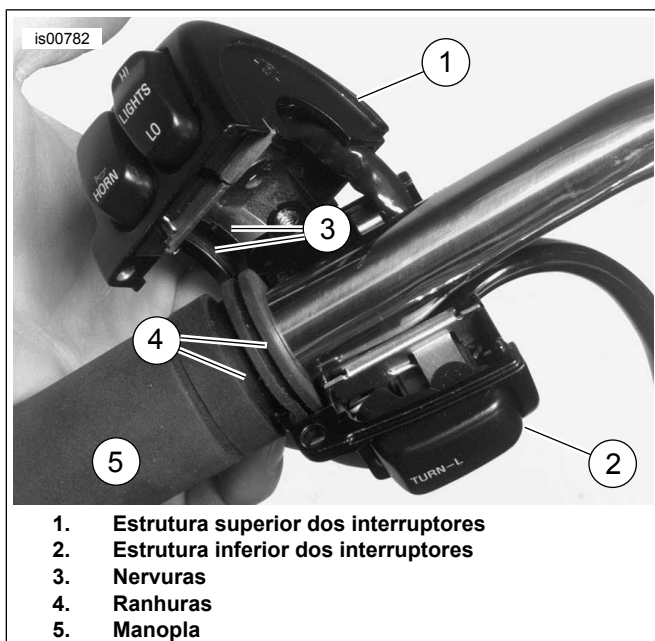

Figura 14. Estruturas dos interruptores do lado esquerdo do guidom
3. Veja a Figura 14. Coloque as estruturas superior (1) e inferior (2) dos interruptores no guidom. Certifique-se de que as nervuras (3) no lado externo de ambas as estruturas do interruptor se encaixem nas ranhuras (4) moldadas na manopla (5).